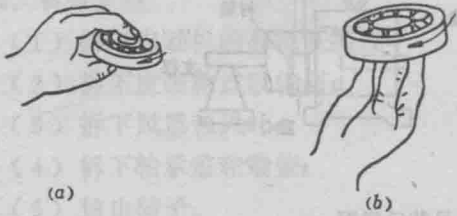
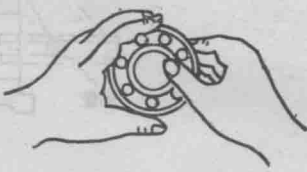

图 1-6 轴承旋转检查法
图 1-7 轴承的推动检查法
(1) 直观检查、轴承拆下后,用汽油或柴油洗去油污,用布擦干或用压缩空气吹干,再检查滚珠、内外滚道有无划痕、裂纹或锈蚀。然后固定内圈,让其转动,如图1-6所示。如果转动平稳、无杂音、转速均匀、正常停止转动,说明轴承正常;如果有杂音、振动、突然停止转动,或用手推动轴承时,发出明显撞击声,均说明轴承不正常。手推检查轴承如图1-7所示。